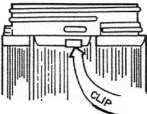

FIGURE 3
1. Le globe du luminaire Champ® de la série VMV (no de catalogue G24) utilise une grille de protection intégrale (no de catalogue P21). Les parties filétées de la grille de protection et du globe sont de longueurs inégales (clavetées) pour s'assurer que les filets du globe et de la grille de protection correspondent lors de l'assemblage. L'agrafe qui est attachée à la grille de protection aide à bien fixer la grille de protection au globe. Voir la figure 3.